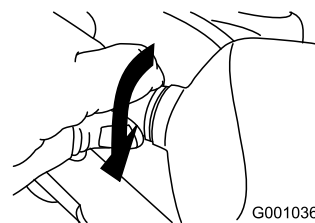

Bild 59
- Drehen Sie den Sockel der Glühbirne nach rechts, bis er fest sitzt (Bild 59).